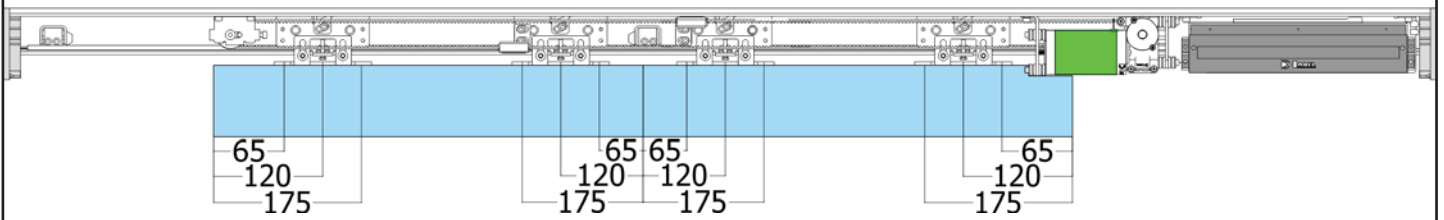

РИС. 9
- Закрепите разобранную подвижную часть «С» на раме на расстоянии как показано на рис. 9–12, в зависимости от типа автоматики.
- Отрегулируйте высоту колеса противодействия с помощью регулировочного винта (D) таким образом, чтобы колесо могло касаться верхней внутренней части траверсы, не оказывая на нее давления.